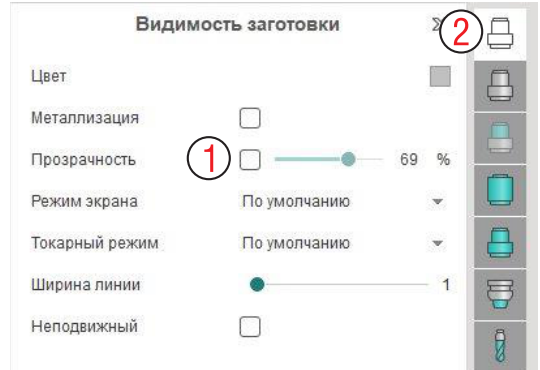

Рис. 15-6. Выключение параметра **Прозрачность** для заготовки.
метра **Видимость заготовки** снимите флаг **Прозрачность** (1 на рис. 15-6). Также отмените выбор модели (2), чтобы не выбирались грани модели.